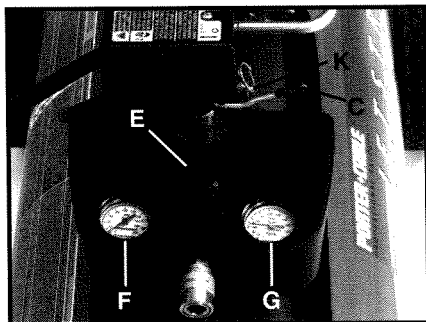

Fig. 3
**Interrupteur ON/AUTO – OFF (C) Fig. 3 :** Mettez cet interrupteur à ON pour alimenter le manostat automatique et à OFF pour mettre hors tension à la fin de chaque utilisation.
**Régulateur (E) Fig. 3 :** La pression provenant du réservoir est réglée par le régulateur. Tirez sur le bouton du régulateur pour le DÉVERROUILLER. Tournez le bouton du régulateur en sens horaire pour augmenter la pression et en sens anti-horaire pour la diminuer. Pour éviter d'avoir à corriger légèrement après réglage, approchez toujours la pression souhaitée par le bas. Pour réduire la pression, décroissez-la d'abord à une valeur inférieure à celle désirée puis accroissez-la jusqu'à la pression souhaitée. Suivant les besoins en air de chaque accessoire donné, il se peut qu'il faille ajuster la pression réglée à la sortie pendant l'utilisation de l'accessoire. Poussez le bouton du régulateur vers le bas pour le VERROUILLER à la pression choisie.
**Manomètre pour pression de sortie (F) Fig. 3 :** Le manomètre pour pression de sortie indique la pression d'air disponible sur le côté sortie du régulateur. Cette pression est contrôlée par le régulateur et est toujours inférieure ou égale à la pression du réservoir. Reportez-vous au « Mode de fonctionnement ».
**Manomètre pour pression du réservoir (G) Fig. 3 :** Le manomètre pour pression du réservoir indique la pression d'air de réserve dans le réservoir.
**Soupape de sûreté (K) Fig. 3 :** Si le manostat ne met pas le compresseur d'air à l'arrêt à son réglage de pression de déclenchement, la soupape de sûreté protégera contre la haute pression en « sortant » à sa pression réglée en usine (légèrement plus élevée que le réglage de déclenchement du manostat).